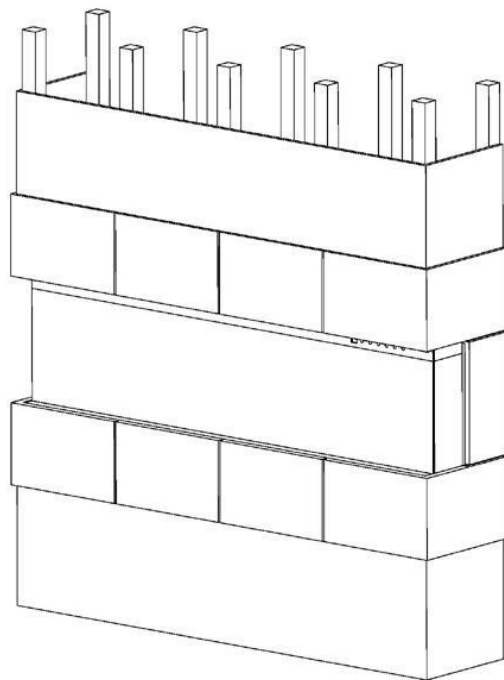

Fig. 3-5
8. decorar o contraplacado ou o drywall com azulejos, papel de parede, etc. Fig.3-5